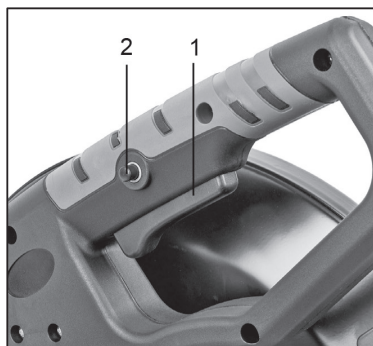

Рис. 7
Для включения модели CS 2535 нажмите и удерживайте выключатель (1) (Рис. 7). Для выключения пилы отпустите кнопку выключателя. Для фиксации выключателя во включённом положении нажмите на кнопку фиксации выключателя (2) (Рис.7) и отпустите выключатель. Для разблокировки выключателя нажмите на него и отпустите.